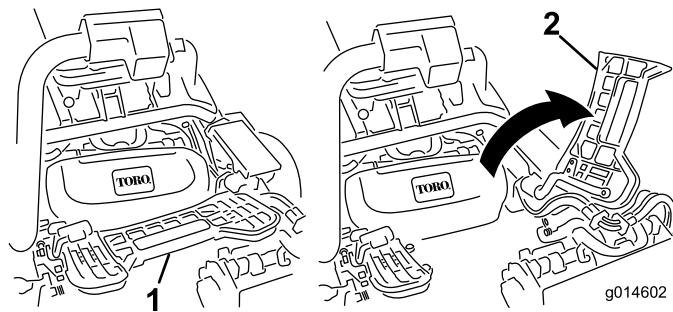

Figura 29
1. Eleve o apoio de pé e incline-o para aberto, permitindo o acesso à posição da unidade de corte central (Figura 29).